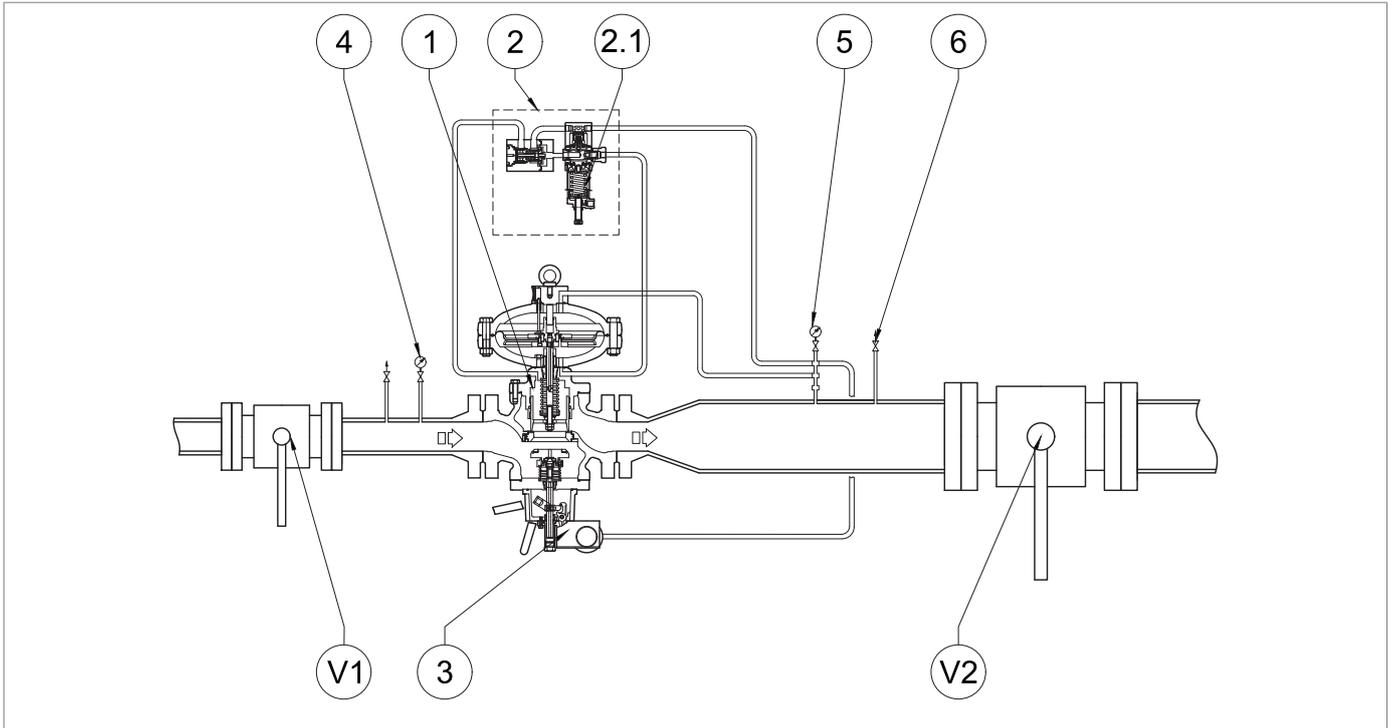
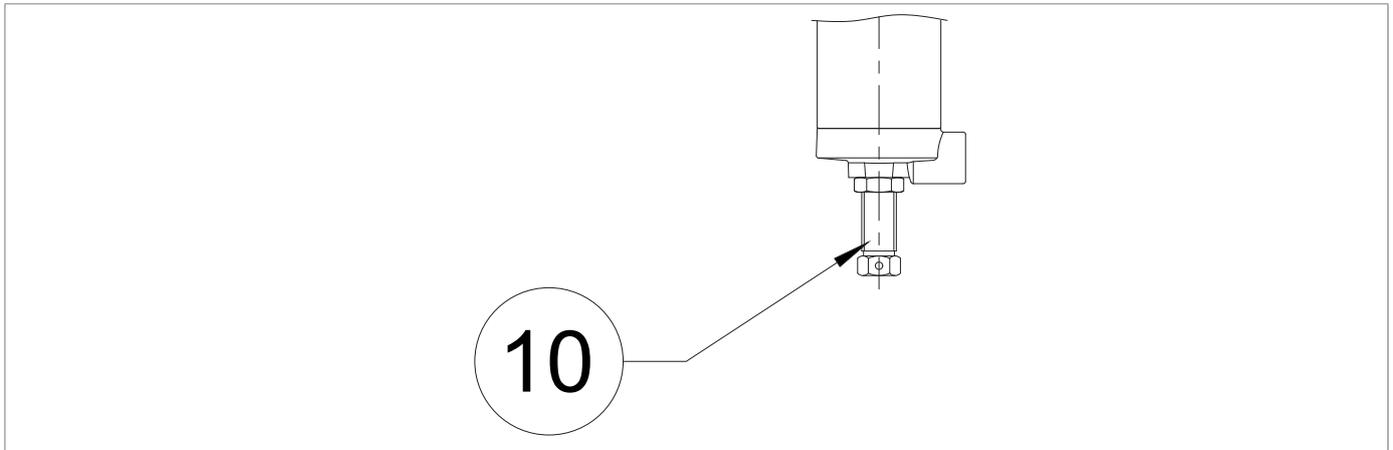

Abb. 8.32. Dichtigkeit bei Schließen des Sicherheitsabsperrentils SB/82
Abb. 8.37. Piloten Serie 200/A
9	a- FÜR DIE ERSTE INBETRIEBNAHME DER REGELLEITUNG Wenn der Ausgangsdruck (Pd) nicht dem erforderlichen Kalibrierungswert entspricht, gehen Sie bitte wie folgt vor: <ul style="list-style-type: none"> • Wert des Ausgangsdrucks (Pd) unter dem gewünschten Kalibrierwert: Spannen Sie die Kalibrierfeder (Abb. 8.32, Ref. 2.1) des Piloten durch Drehen der Einstellschraube im Uhrzeigersinn (Abb. 8.37, Ref. 10) • Wert des Ausgangsdrucks (Pd) höher als der gewünschte Einstellwert: Entlastung der Einstellfeder der Piloten (Abb. 8.32, Ref. 2.1) durch Drehen der Einstellschraube gegen den Uhrzeigersinn (Abb. 8.37, Ref. 10) b- NACH WARTUNG DER REGELLEITUNG <ul style="list-style-type: none"> • spannen Sie die Pilotkalibrierungsfeder (Abb. 8.32, Ref. 2.1), indem Sie die Einstellschraube im Uhrzeigersinn drehen (Abb. 8.37, Ref. 10) um den Reglerdruckwert (1) durch Drehen des Einstellrings (3) im Uhrzeigersinn zu erhöhen